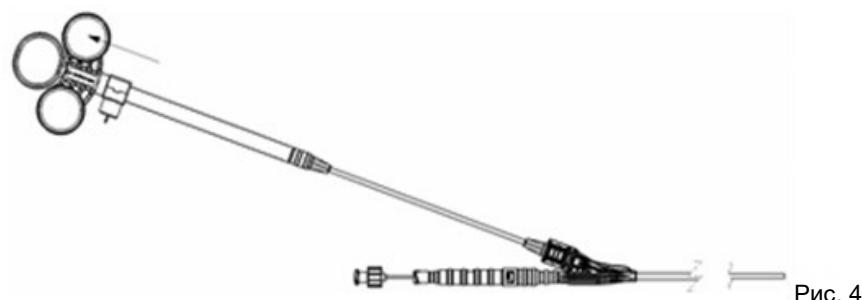

Рис. 4
- Перед вводом в эндоскоп убедитесь в том, что петля полностью втянута в оболочку. (рисунок 4)
- После резекции полипа(ов) или ткани, петлю можно втянуть в оболочку, перемещая кольца в сторону кольца для большого пальца (рисунок 4). После резекции полипа(ов) или ткани их следует удалить и согласно общепринятой методике приготовить препарат для гистологической оценки.
6. После резекции полипа(ов) или ткани, петлю можно втянуть в оболочку, перемещая кольца в сторону кольца для большого пальца (рисунок 4). После резекции полипа(ов) или ткани их следует удалить и согласно общепринятой методике приготовить препарат для гистологической оценки.